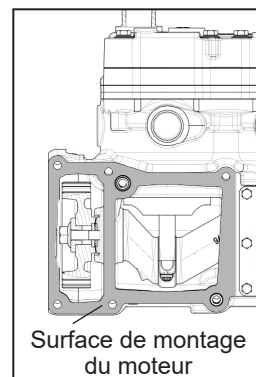

Figure 5 – Surface de montage compresseur-moteur
1. Retirer soigneusement tout le matériau de joint d'étanchéité adhérent à la face de montage usinée du carter. (Voir figure 5.) S'assurer de ne pas rayer ou abîmer la surface de montage. Remarque : Couvrir l'ouverture du carter pour empêcher tout matériau d'étanchéité de pénétrer. Répéter également ce processus sur la face de montage du moteur. Suivre les instructions contenues dans le manuel de maintenance du véhicule au lieu des instructions et procédures présentées dans ce document.
1. Appliquer un produit d'étanchéité liquide pour joints sur l'interface de montage du compresseur / moteur (*voir la figure 5 pour la face de montage du compresseur*). Suivre les directives du fabricant du moteur ou du véhicule pour connaître le matériau d'étanchéité liquide approprié et la procédure d'application.